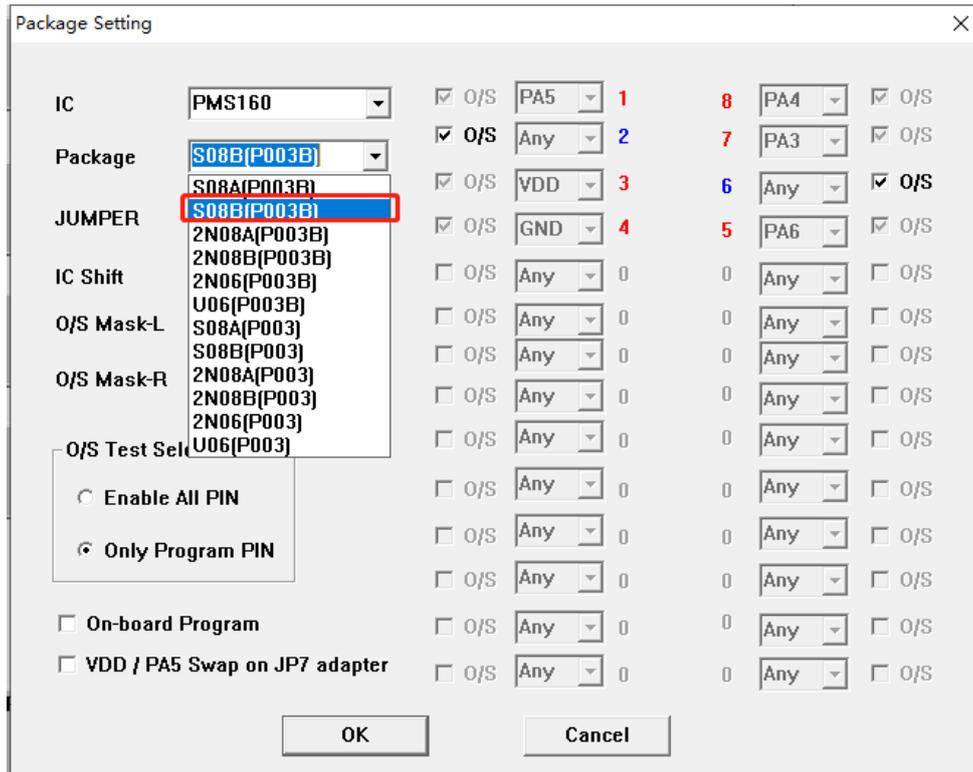

图 28: PMS160-S08B 在 P003B 转档配置
- 使用 5S-P-003B 烧录 PMS160 时，只有 S08A 封装是烧录器背面 jumper 插 JP2 位置，正面烧录插座往下空移 4 格，即可烧录。而其他封装都需要转档，使用 Jumper7 跳线。接下来以 PMS160-S08B 的烧录为例，其他封装需对应修改“package setting”界面和 Jumper7 跳线方法即可。封装设置如图 28 所示：